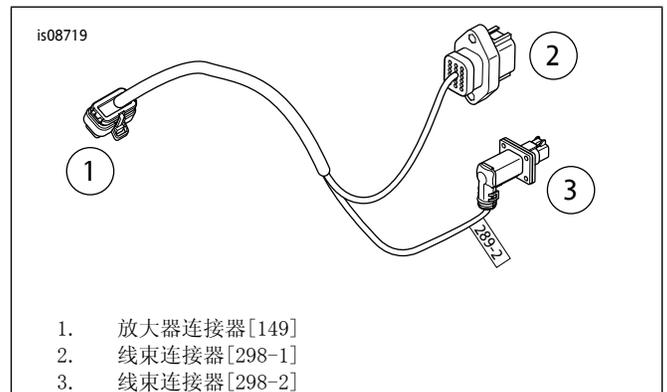

图10. 放大器至下部扬声器连接器安装线束
1. 参见图10。将边箱线束连接器（1）[149]插接到放大器顶部。在左侧边箱内侧布设边箱侧线束。沿线束路径使用50%异丙醇和50%蒸馏水的混合剂对边箱内底部表面和侧表面进行清洁。使用线缆扎带和底座进行固定，如图所示。